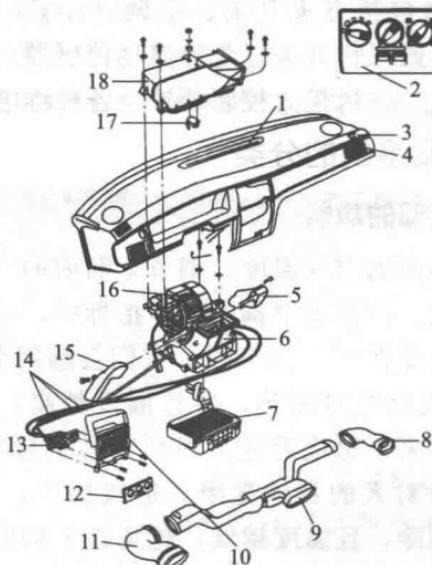

图 1-4 桑塔纳 3000 型轿车的取暖装置
(2) 取暖装置是借助汽车发动机提供的余热或独立燃烧器产生的热量作为热源，实现车厢内采暖及风窗玻璃除霜/除雾的热交换装置。桑塔纳 3000 型轿车的取暖装置如图 1-4 所示。